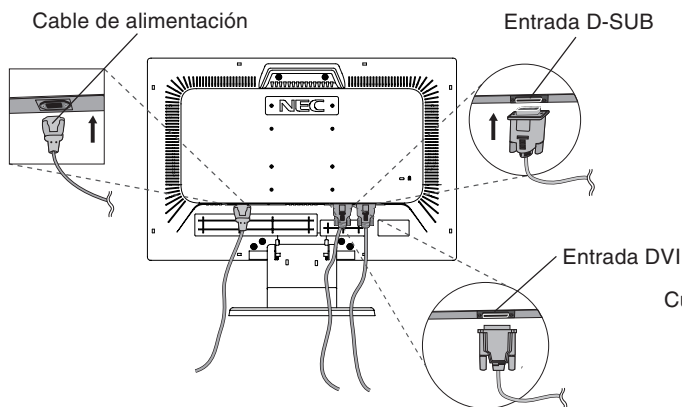

Figura B.1
3. Conecte todos los cables al conector apropiado de la parte posterior del monitor. (**figura B.1**). Conecte los auriculares (no incluidos) al conector apropiado de la parte trasera del monitor, si lo desea. (**figura B.1**)